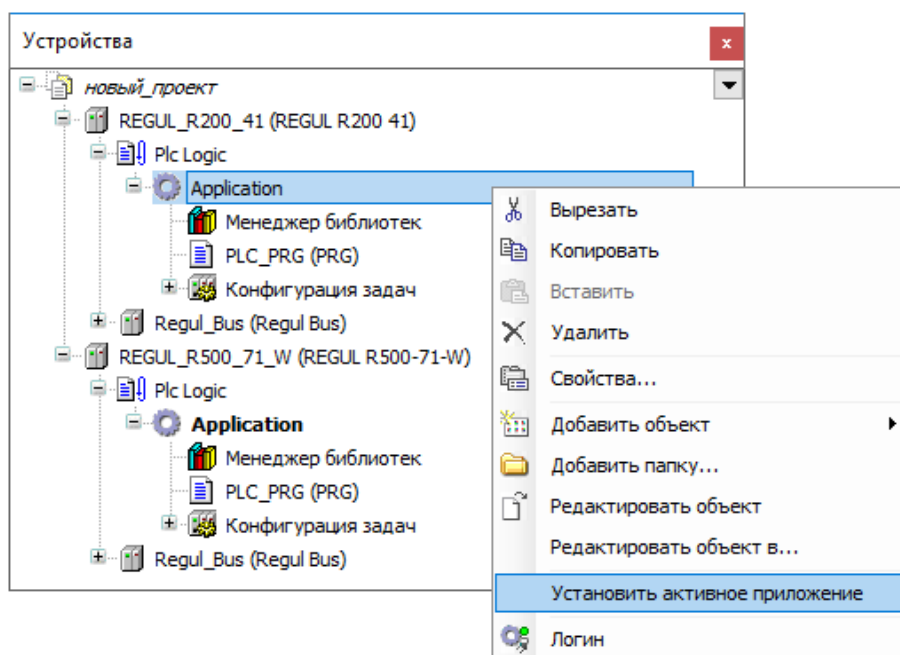

Рисунок 32 – Установка активного приложения
- приложение, с которым вы собираетесь работать, должно иметь состояние *Активное приложение*. Это устанавливается через контекстное меню, активное приложение будет выделено полужирным шрифтом (Рисунок 32).